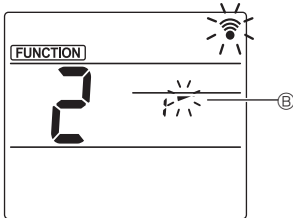

Fig. 3-3
- De waaielhoek instellen (Fig. 3-3)